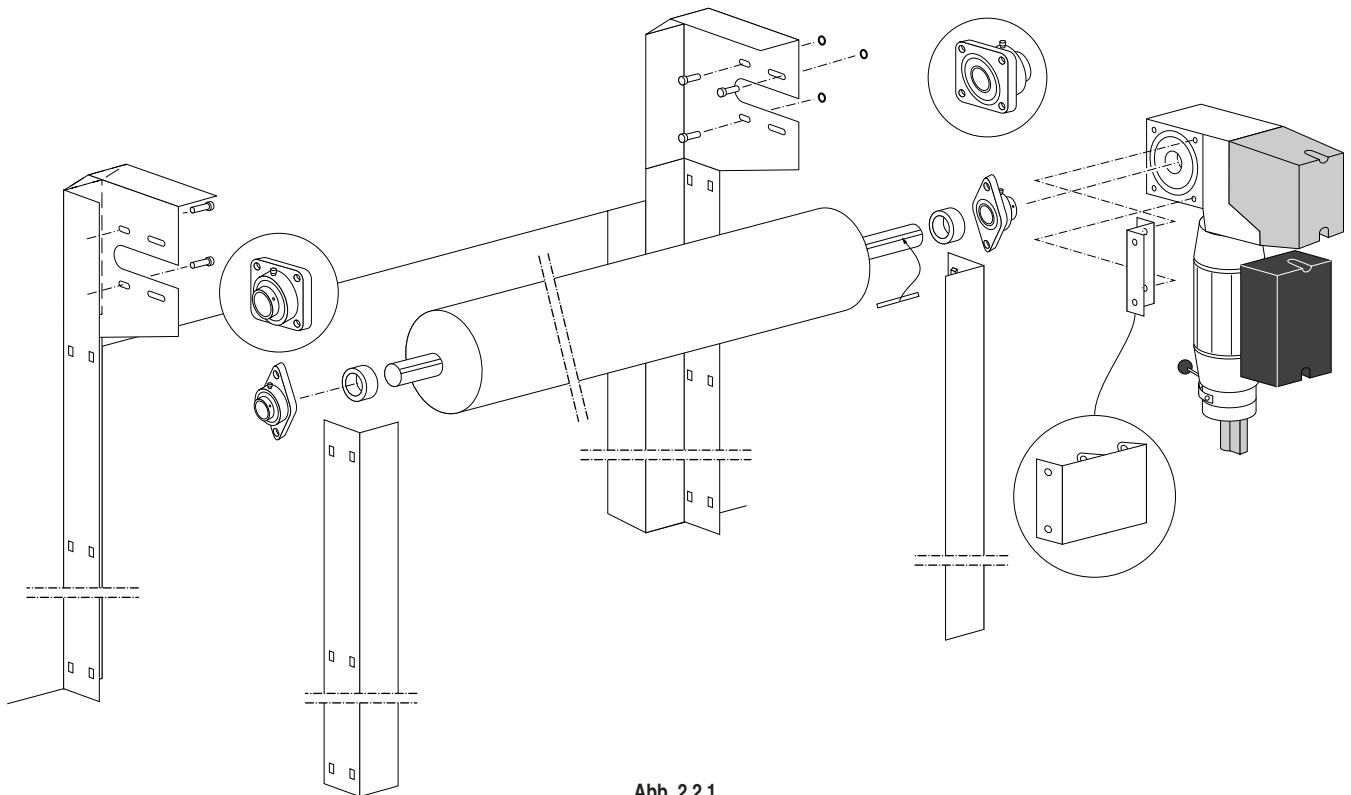

Abb. 2.2.1
- 1 Die Distanzbuchse und das Flanschlager auf beiden Seiten der Walze auf die Achse führen (siehe Abb. 2.2.1).